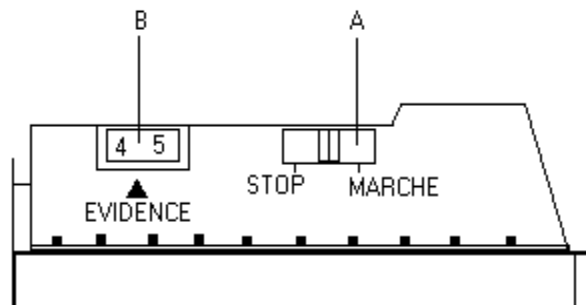

Рис. 9
- Установите движок (А) в положение “MARCH” (вкл.) – рис. 9